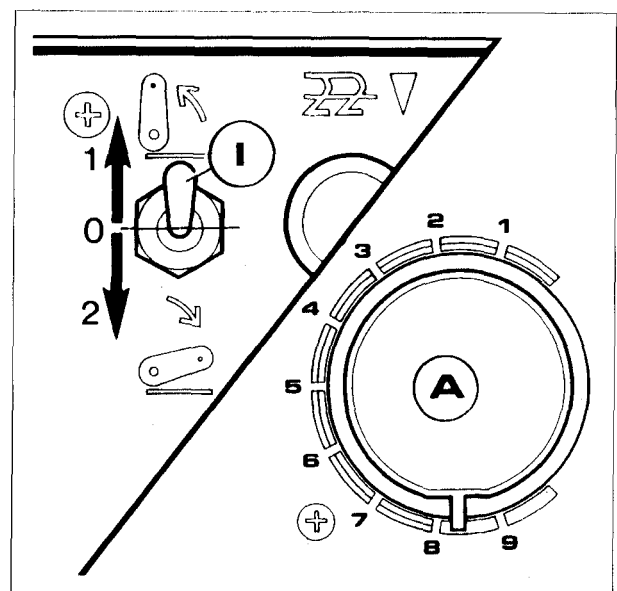

Fig. 9.
- Stel het bedieningspaneel als volgt in werking: Zet de schakelaar heffen/zakken (1 fig. 9) in de stand 'heffen' (1 fig. 9) en daarna in de stand 'zakken' (2 fig. 9).